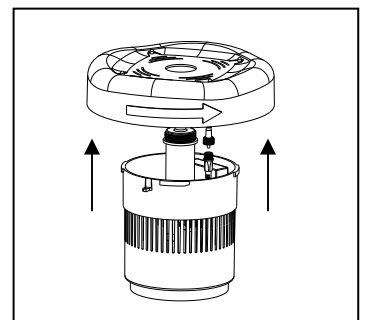

Fig. 9
- Gire la sección superior a la izquierda. Tire de la sección superior del más abajo. Desatornille el conector del alambre que conecta la sección superior con el resto de la unidad. Fig. 9